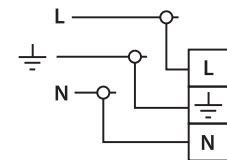

Рис. 1
3. Присоедините подготовленные концы проводов к позициям L, N и в клеммном зажиме, затяните винты (рис. 1).